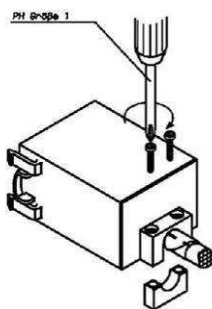

Figure 8 / Abbildung 8
17. Mount the cable clamp as shown in figure 8. **Caution:** Do not overtighten screws. Ensure that the cable clamp captures the metal braid.
17. Zugentlastung montieren (Abbildung 8). **Hinweise:** Schrauben nicht überdrehen! Stellen Sie sicher, dass die Zugentlastung auf dem Kabelmantel mit Geflechschirm montiert wird.